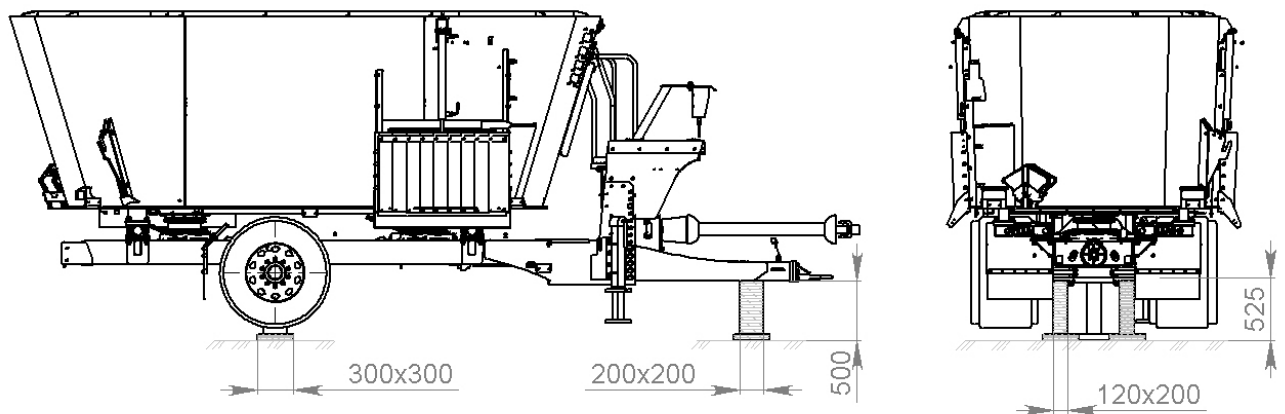

Рисунок 10.2 Схема установки кормораздатчика на длительное хранение
<input type="checkbox"/> Установить кормораздатчик на подставки (Рисунок 10.2), понизив избыточное давление в шинах до 0,1 МПа.
10.4 Длительным считается хранение, если перерыв в использовании кормораздатчика более двух месяцев. Подготовку кормораздатчика к длительному хранению производить в соответствии с требованиями таблицы 8.2. Для длительного хранения кормораздатчик должен быть законсервирован (рисунок 10.1а и 10.1б) согласно ГОСТ 7751-2009 и установлен на подставке в соответствии со схемой (рисунок 10.2).